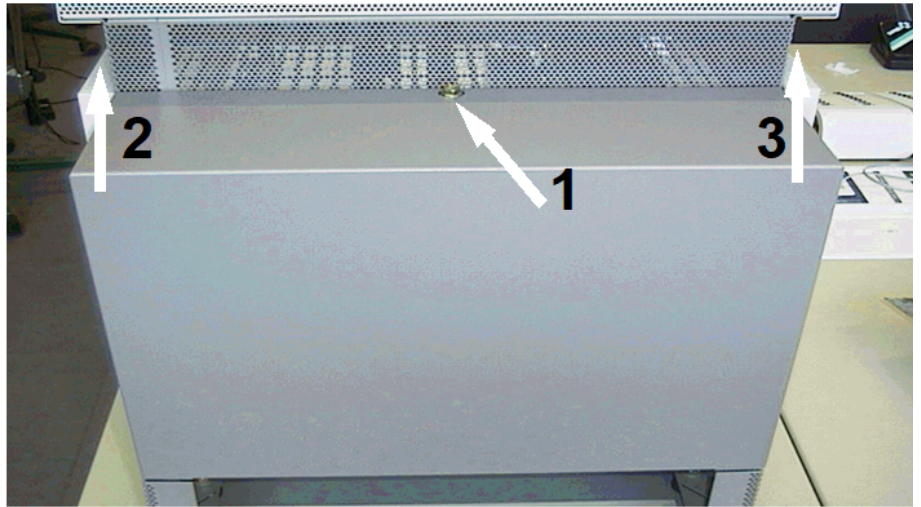

Figura 16: Retirar a tampa traseira da caixa base
- 1) Colocar o canal para cabos no lado posterior da caixa base, conforme indicado na Figura 16.